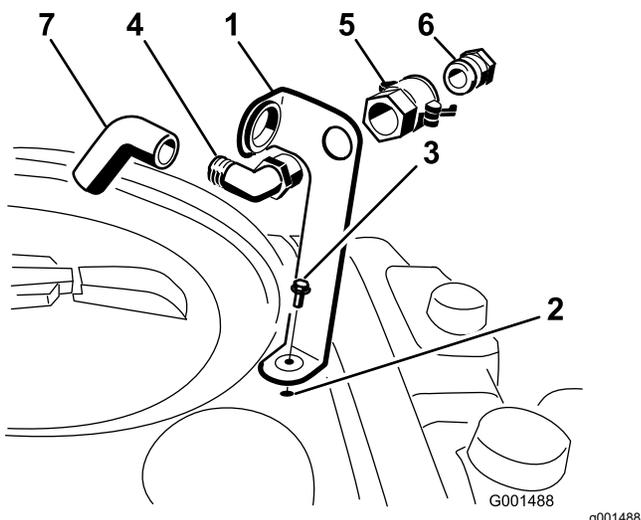

図3
1. 図3のように、タンクに開けてあるねじ穴に合わせて補給口ブラケットをセットし、フランジヘッドボルト5/16 x 3/4"で固定する。
2. 90度エルボのねじ切りしている側をブラケットに通し、クイックカップラでブラケットに固定する図3。
3. クイックカップラにホースアダプタを取り付ける図3。
4. カップラについているレバーをアダプタ側に倒してロックし、ヘアピンコッターで固定する図3。
5. 逆流防止ホースを、ブラケットの大きな開口部に通してから、90度エルボに取り付ける図3。